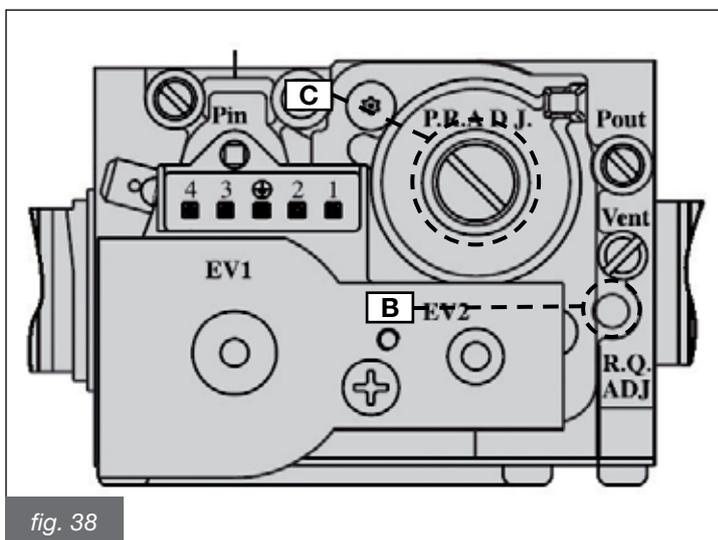

fig. 38
- Regolare il valore dell'anidride carbonica (CO₂) nei fumi ruotando il regolatore di rapporto B (fig. 38) e assicurarsi che rientri nei limiti della tab. 20. Lasciare la caldaia in modalità spazzacamino e portarsi al passo successivo di regolazione alla potenza minima.
- Regolare il valore dell'anidride carbonica (CO₂) nei fumi ruotando il regolatore di offset C (fig. 38) e assicurarsi che rientri nei limiti della tab. 20.